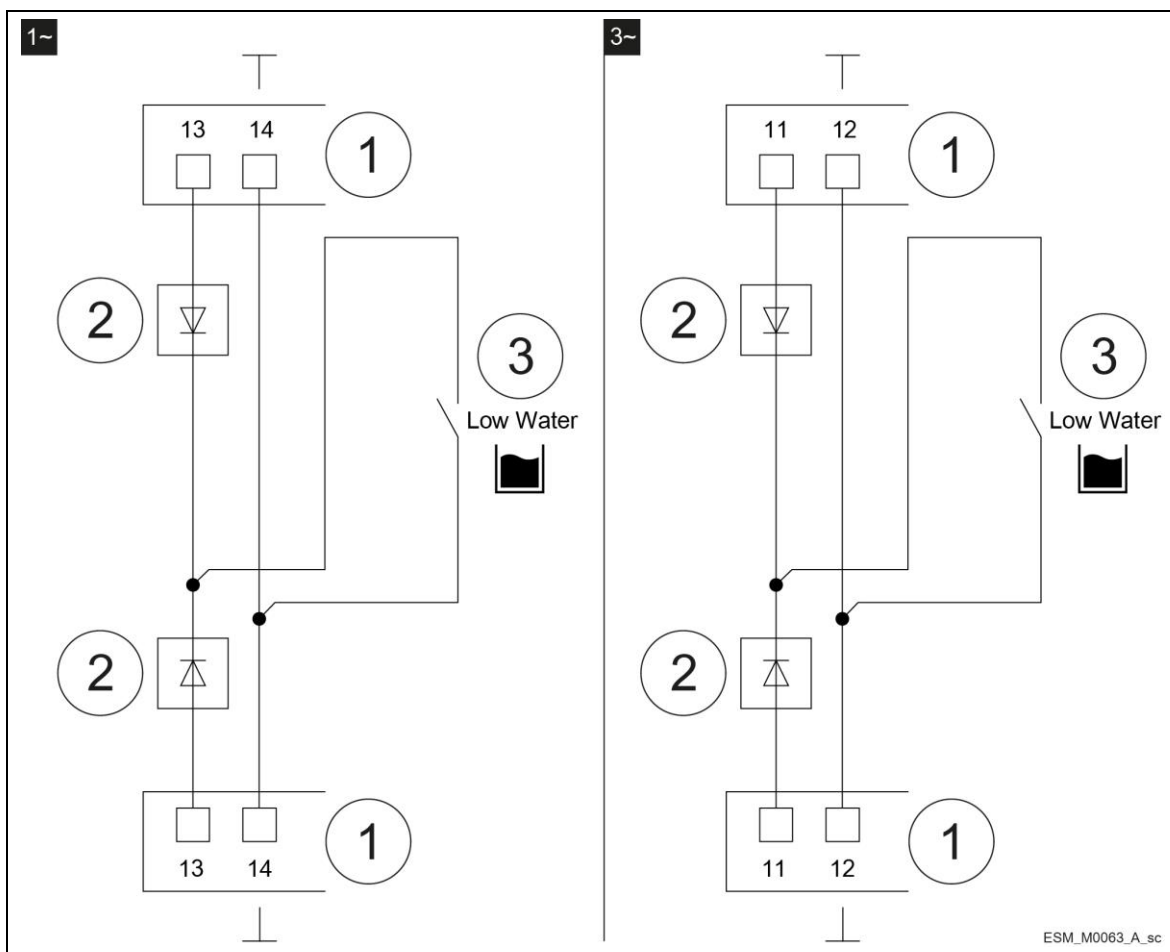

Figura 12: Diodă
- Când este activat modul dublu, dacă pentru ambele unități este folosit un singur contact extern pentru controlul lipsei de apă (bornele 13-14 pentru versiunea monofazată, bornele 11-12 pentru versiunea trifazată), trebuie introduse două diode, asigurându-vă că respectați polaritatea între contactele celor 2 unități. Consultați Figura 12.